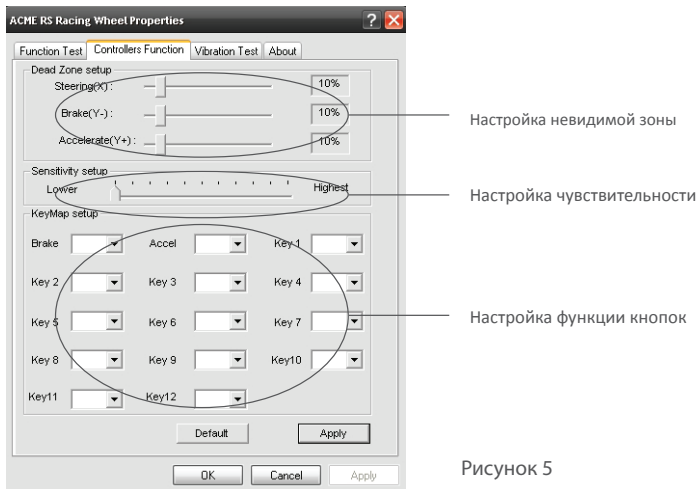

Рисунок 5
- Вы можете установить оригинальную невидимую зону для направления руля (ось X), газа (ось Y+), тормоза (ось Y-) как показано ниже (см. рисунок 5 «Настройка невидимой зоны»).
- Чувствительность руля можно настроить от маленькой до большой, устанавливая степень чувствительности, как показано ниже. (см. рисунок 5 «Настройка чувствительности»).
- Ускорение руля, тормоза и кнопки с 1 по 12 являются взаимозаменяемыми (установка функции кнопок). (см. рисунок 5 «Настройка функции кнопок»).